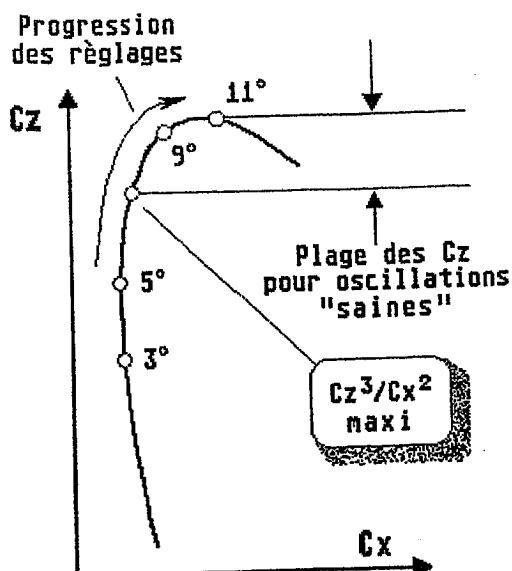

Fig 1. Polaire du modèle complet
**A.** On connaît la condition que requiert la vitesse de chute minimale d'un planeur : le rapport  $C_z^3/C_x^2$  du modèle complet doit prendre sa valeur maximale (Fig.1). Appelons "point optimal" l'endroit de la polaire où  $C_z^3/C_x^2$  est le plus grand. Chez les modèles réduits ce point se situe dans les grands angles d'attaque, pour la plupart des cas même en proximité immédiate de la portance maximale (on a ici une différence fondamentale entre la stabilité des modèles réduits et celle des grands avions).